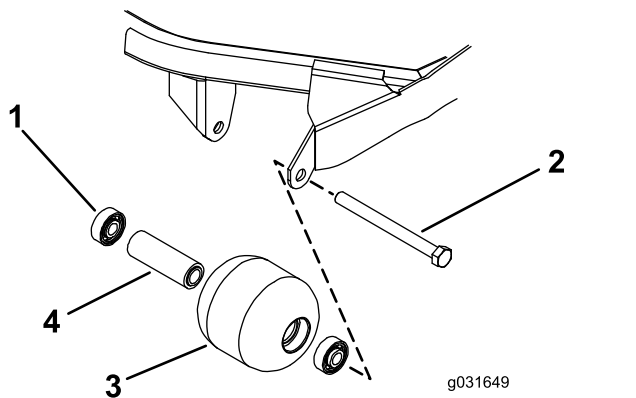

Figura 66
1. Retire el perno de montaje del rodillo (Figura 66).
4. Inspeccione el alojamiento del rodillo, los cojinetes, y el espaciador del cojinete (Figura 66).
1. Introduzca el primer cojinete en el alojamiento del rodillo, haciendo presión solamente sobre el anillo de rodadura exterior, o de forma igual sobre el anillo exterior y el interior (Figura 66).
2. Introduzca el espaciador (Figura 66).
3. Introduzca el segundo cojinete en el alojamiento del rodillo hasta que entre en contacto con el espaciador, haciendo presión solamente sobre el anillo de rodadura exterior, o de forma igual sobre el anillo exterior y el interior (Figura 66).